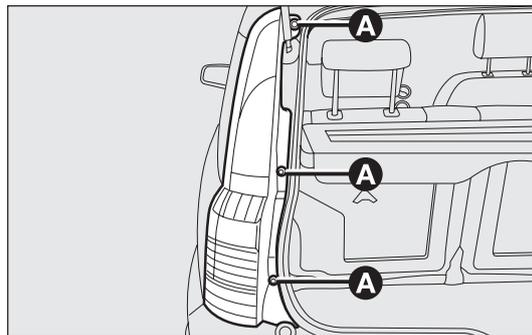

fig. 152
- afloje los tres tornillos A-fig. 152 de sus alojamientos, tire delicadamente hacia usted de todo el piloto hasta que se suelte completamente de las tres ballestillas de fijación (están fijadas a presión) y desconecte el conector;